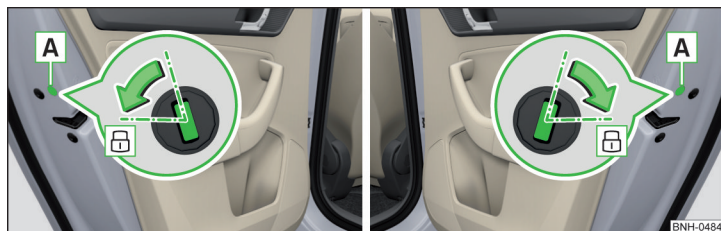

Fig. 172 Încuierea în regim de urgență: portiera spate stânga/dreapta
- Deschideți respectiva portieră spate și îndepărtați masca **A** » fig. 172.